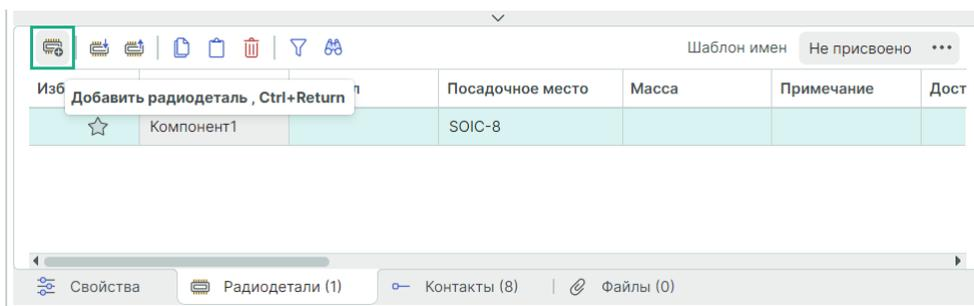

Рис. 314 Создание новой радиодетали
1. Нажмите на символ  «Добавить радиодеталь», расположенный на панели инструментов вкладки «Радиодетали» редактора компонентов или используйте горячие клавиши «Ctrl+Return» («Ctrl+Enter»), см. Рис. 314.